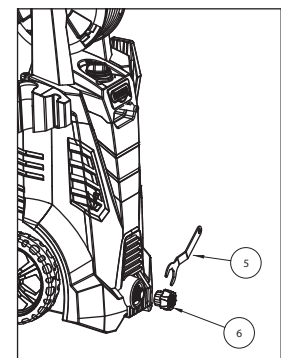

Ilustración 15 - Fije el conector de entrada de agua a la unidad (solo para W190200)
11. Fije el conector de entrada de agua (6) a la unidad con una llave inglesa (5). Ver la ilustración 15. (Solo para PW190200).